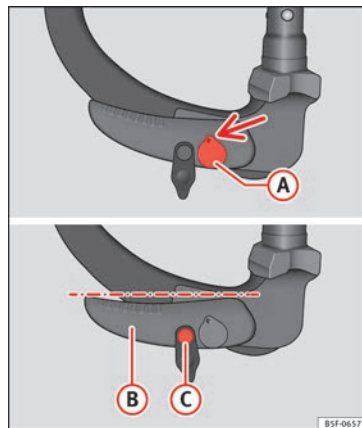

Fig. 181 Position de réserve : position du levier et de la broche de déverrouillage
- La clé (A) » fig. 181 se trouve en position de déverrouillage (la partie trouée de la clé est visible vers le haut).
- Le levier (B) » fig. 181 se trouve en position inférieure.
- Il est possible de déplacer la broche de déverrouillage (C) » fig. 181.